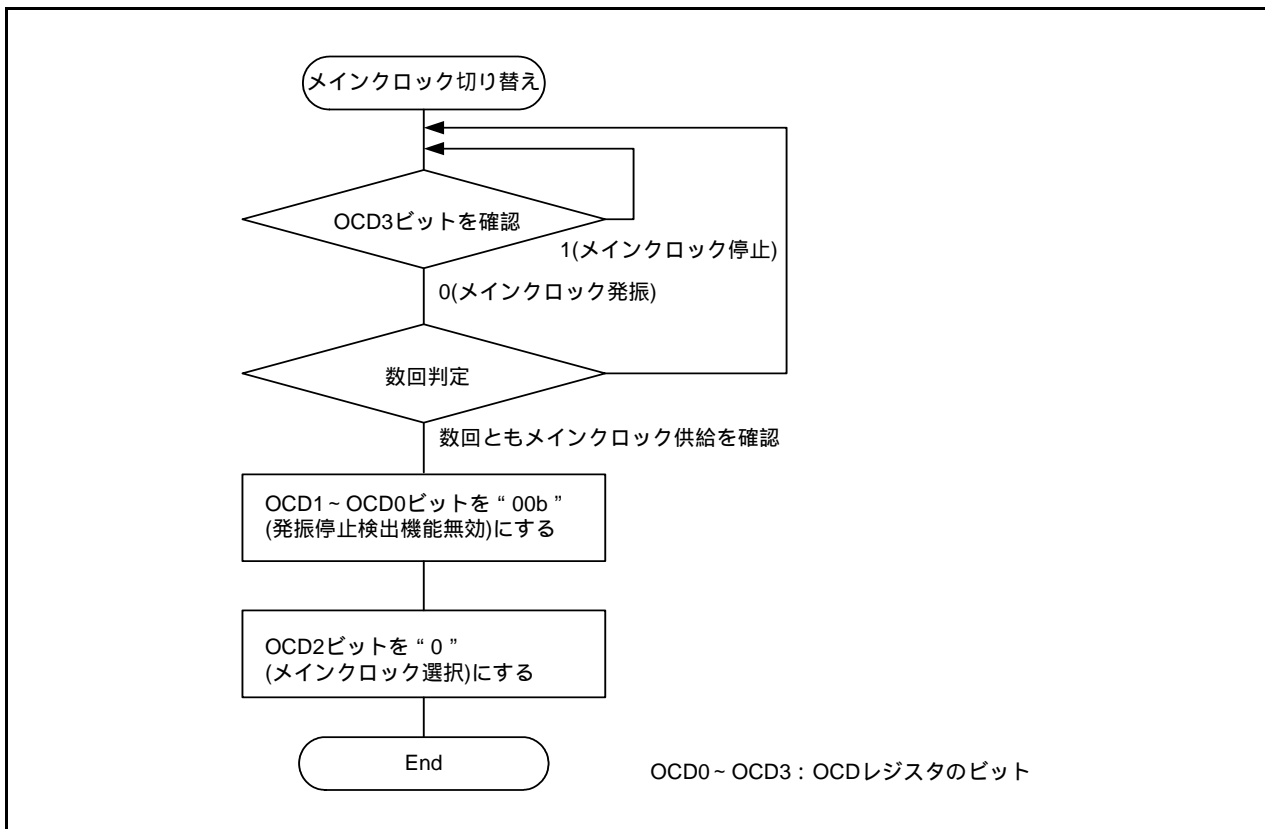

図10.8 低速オンチップオシレータからメインクロックへの切り替え手順
- 発振停止後、メインクロックが再発振した場合は、プログラムでメインクロックをCPUクロックや周辺機能のクロック源に戻してください。図10.8に低速オンチップオシレータからメインクロックへの切り替え手順を示します。